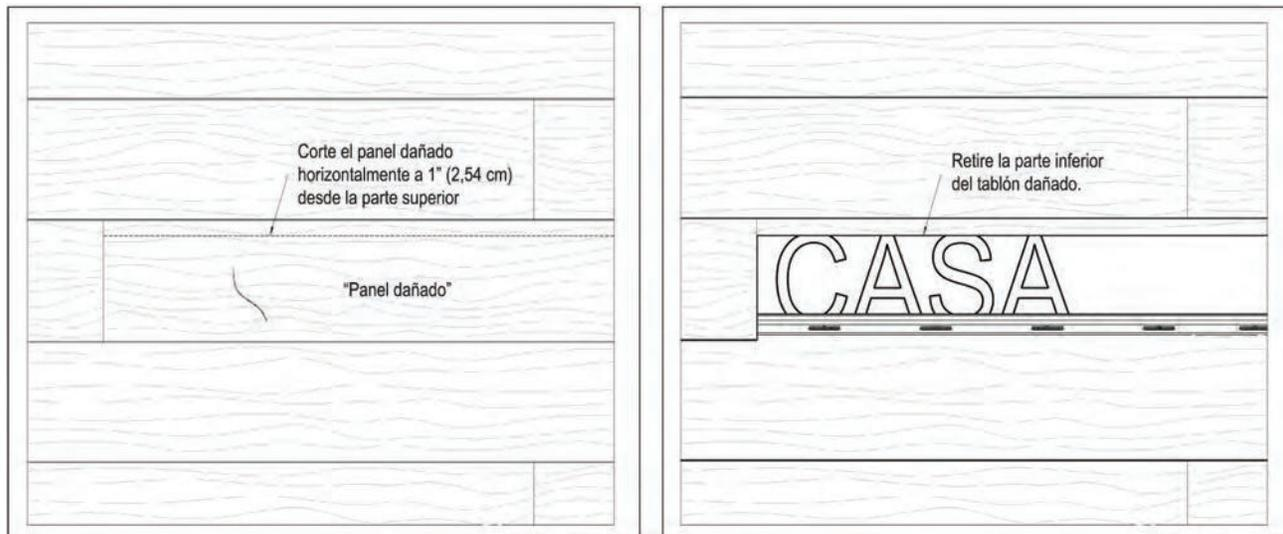

Figura 10
- Corte con cuidado horizontalmente el tablón dañado, a 1" (2,54 cm) de la parte superior y desmonte la sección inferior (Figura 10).